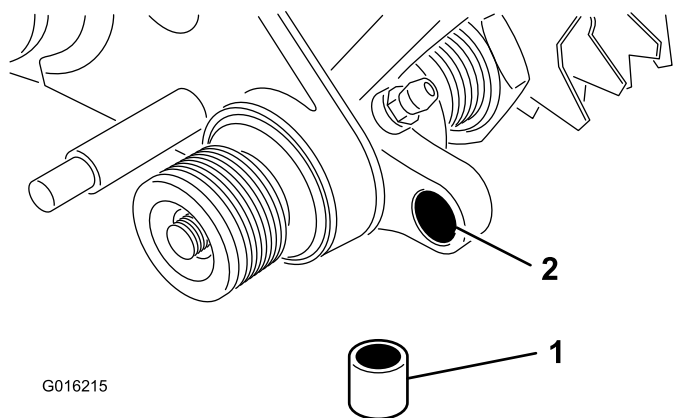

Рисунок 11
26. Вставьте втулку в отверстие в узле привода механической щетки (**Рисунок 11**).